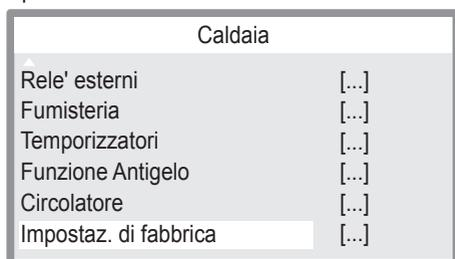

Figura 5.96
- Premere i tasti 12 o 13 (Figura 5.92) per selezionare il menu desiderato (Figura 5.96).